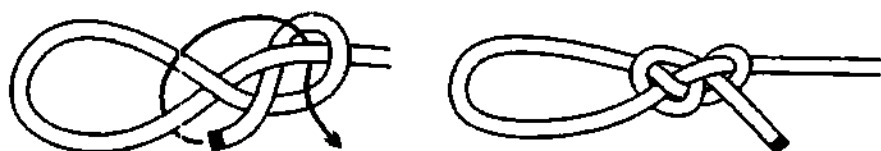

Рис. 410. Регулируемая плоская петля.
**Регулируемая плоская петля** – это одна из самых лучших регулируемых петель (рис. 410). Она одинаково превосходно держит не затягиваясь и на мягкой и на жёсткой верёвке. После любой нагрузки узел петли легко развязывается.